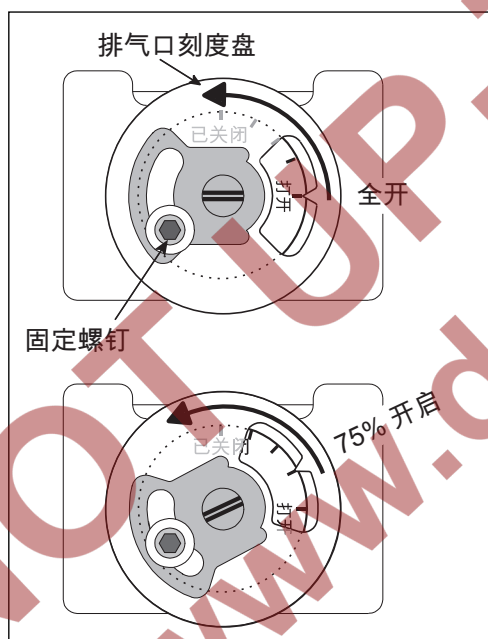

图 4.8 手动蝶阀的调整
2. 将手动燃气蝶阀设置为 75% 开启。参见图 4.8。
- 将手动燃气蝶阀设置为 75% 开启。参见图 4.8。